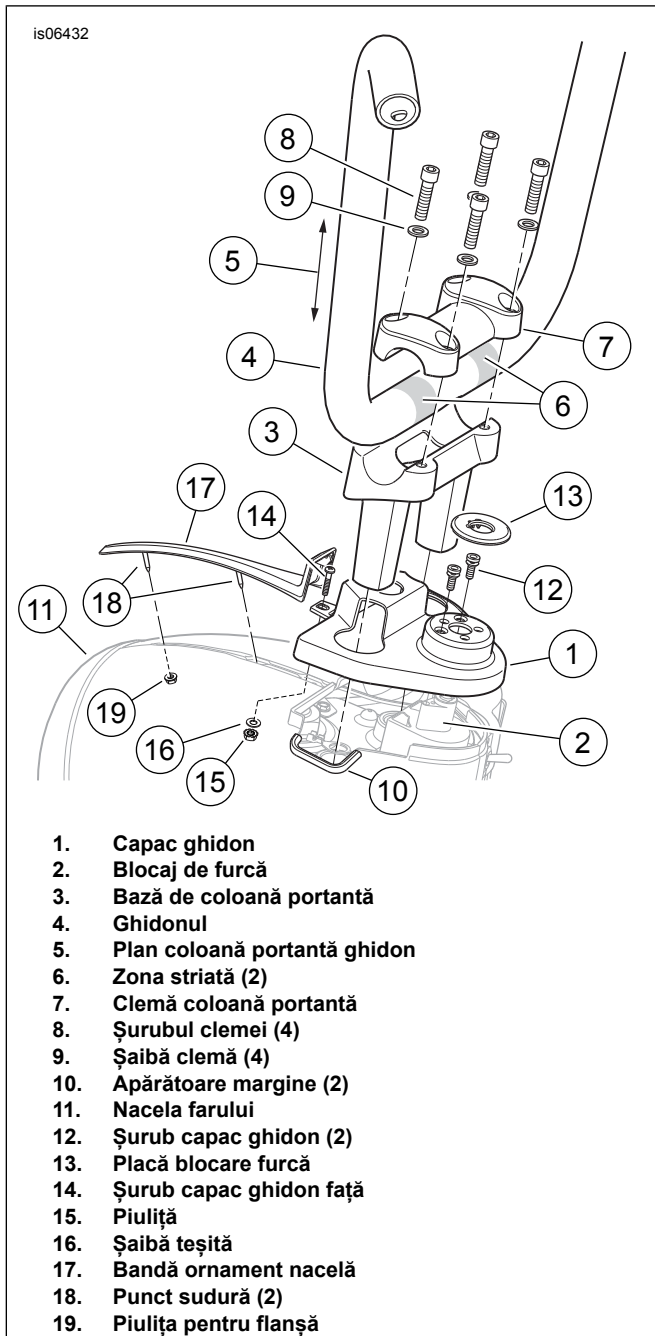

Figura 8. Configurație coloană portantă ghidon FLHR Ape
- b. **Modelele Road King:** Consultați Figura 8 . Așezați capacul ghidonului (1), orientat după cum se arată, peste încuietoria furcii (2).
- c. Introduceți picioarele bazei de coloană (3) prin orificiile din capacul ghidonului și fixați coloana cu bolțurile de montare îndepărtate mai devreme. Nu strângeți complet în acest moment.
2. Consultați Figura 8 . Pentru a evita deteriorarea conductei de frână, verificați dacă benzile de protecție a marginilor (10) rămân instalate pe marginile interioare ale nacelui farului (11). Înlocuiți benzile de protecție dacă lipsesc, sunt crăpate sau deteriorate.
4. Consultați Figura 8 . Fixați noul capac al ghidonului (1) la mecanismul de blocare a furcii (2). **Pentru America de Nord și modelele internaționale din 2014 și ulterioare:** utilizați cele două șuruburi cu cap plat (12) îndepărtate mai devreme. Strângeți șuruburile capului plat. **Pentru modele 2013 și anterioare pentru Australia, Brazilia, Anglia, Europa și Japonia:** utilizați două șuruburi speciale noi (H-D Piesa nr. 2935A, achiziționate separat). Strângeți șuruburile (12) până când capetele de rupere se rup.
5. Apăsăți placa originală de blocare a furcii (13) în poziție pe capacul ghidonului.
6. Introduceți șurubul (14, îndepărtat mai devreme) prin orificiul din partea din față a capacului ghidonului și din partea superioară a nacelui farului (11). În interiorul nacelui instalați piulița (15) și șaiba plată (16) pe filetul șurubului. Strângeți.